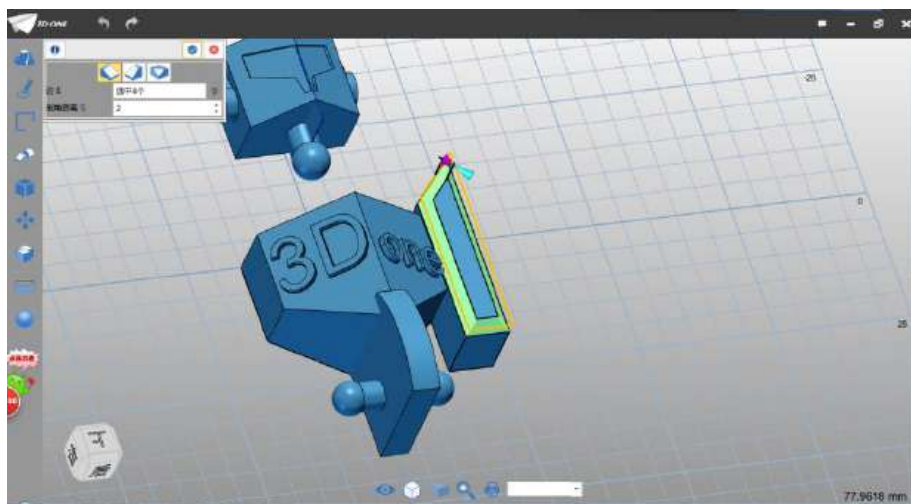

图 3-6
Step 6 选择倒角命令，边线选择如下图 3-6 所示，倒角距离设为 2。